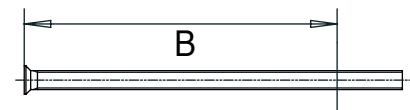

FIG. 7
**IT PREDISPOSIZIONE DELLA PORTA TAGLIAFUOCO PER IL MONTAGGIO CON MANIGLIONE AD APPLICARE CON ELETTROMANIGLIA art. 1.07074.80.0 (Fig. 6 - Fig. 7)**
- 3B. tagliare quadri e viti secondo le dimensioni indicate in fig. 7;
**FR PRÉPARATION DE LA PORTE COUPE-FEU POUR LE MONTAGE DE LA BARRE ANTIPANIQUE A APPLIQUER DOTEÉ D'UN DISPOSITIF ELECTRIQUE art. 1.07074.80.0 (Fig. 6 - Fig. 7)**
- 3B. couper tableaux et vis en respectant les dimensions indiquées sur la fig. 7 ;
**DE VORBEREITUNG DER BRANDSCHUTZTÜR FÜR DIE MONTAGE EINER BETÄTIGUNGSSSTANGE IN AUFSETZAUSFÜHRUNG MIT ELEKTRODRÜCKER Art. 1.07074.80.0 (Abb. 6. - Abb. 7)**
- 3B. Die Vierkantstäbe und die Schrauben auf die in Abb. 7 angegebenen Maße abändern;
**EN PRE-SETTING A FIRE DOOR FOR INSTALLATION OF A RIM VERSION PANIC EXIT DEVICE WITH ELECTRIC HANDLE item 1.07074.80.0 (Fig. 6- Fig. 7)**
**ES PREPARACIÓN DE LA PUERTA CORTAFUEGOS PARA EL MONTAJE CON BARRA APLICADA CON ELECTROMANILLA Art. 1.07074.80.0 (Fig. 6 - Fig. 7)**
- 3B. Corte los cuadrados y tornillos según las dimensiones indicadas en la Fig. 7;